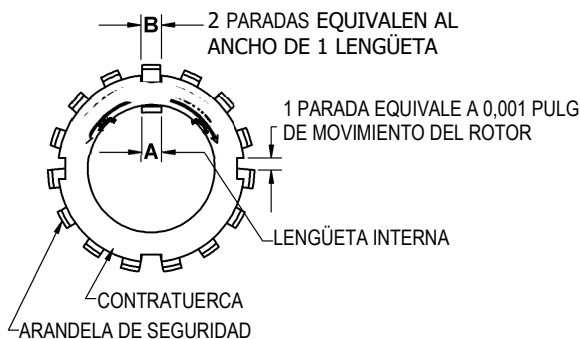

Figura 11 - Ajuste de las contratuercas
14. Gire el eje a mano para enganchar las lengüetas de inserción del sello mecánico, y para determinar la existencia de atascamiento o zonas estrechas. Si el rotor no gira libremente, golpee ligeramente los bordes de los cabezales con un mazo de cara blanda hasta encontrarse la posición correcta. Instale todos los tornillos prisioneros restantes (21) para cada cabezal (20) y apriete uniformemente a 30 lbs pies (40,7 Nm).
Es importante que instalar y ajustar correctamente las contratuercas (24A) y las arandelas de seguridad (24B) del cojinete. Un sobreapriete de las contratuercas puede provocar fallos en los cojinetes o una lengüeta rota en la arandela de seguridad. Las contratuercas flojas permitirán que el rotor se desplace contra los discos (71), causando desgaste. Consulte la figura 11.